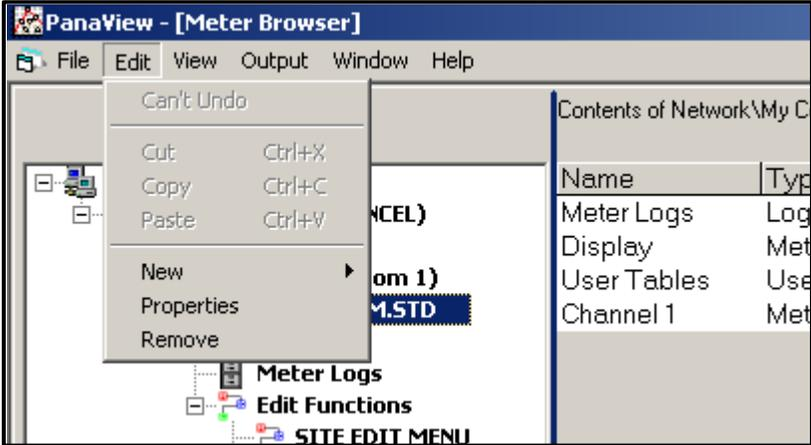

Figura 49: Opción *Propiedades*
- 2. Haga clic con el botón derecho del ratón en el XGM868i resaltado y seleccione la opción *Propiedades*, como se muestra en la Figura 49.